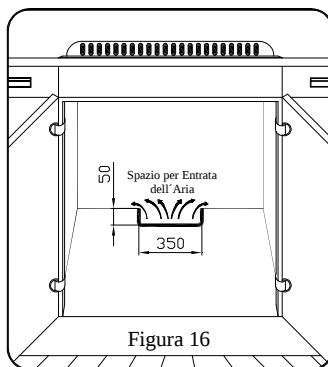

Figura 16
**L'abitacolo in cui viene alloggiata la piastra non deve essere chiuso ermeticamente,** verrà quindi realizzato nella base inferiore posteriore del mobile un foro di entrata dell'aria di almeno 350 x 50 mm. Vedere figura 16.